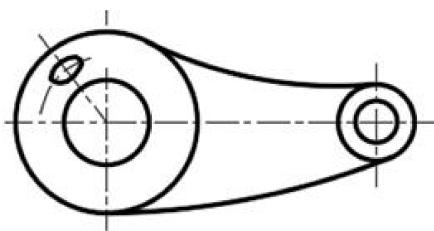

图 2-100 以圆心为参考基准
- 一般来说，在有圆、圆弧或椭圆的图中，参考基准就是其圆心，如图 2-100 所示。如果有多个圆出现，那么以最大圆的圆心作为参考基准中心。